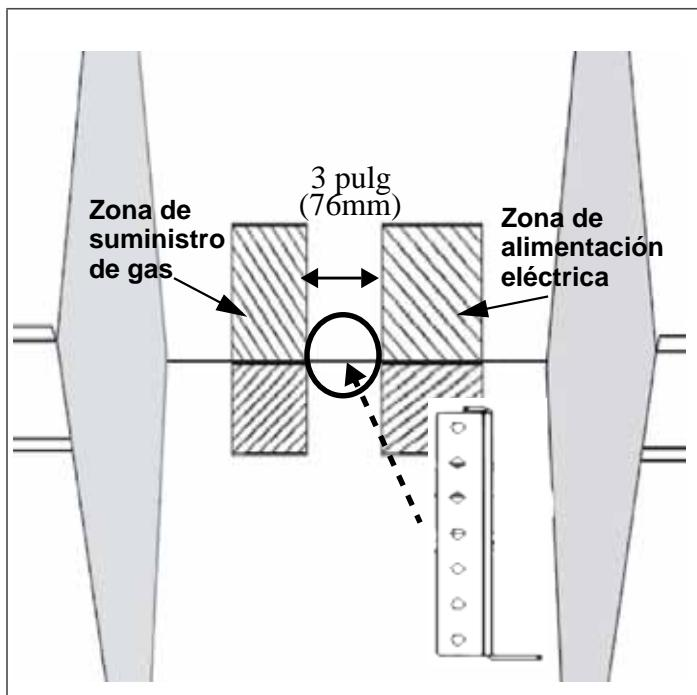

Figura 8: Ubicación para la instalación del dispositivo antivuelco
- Coloque el soporte en el piso, cerca del centro del sitio donde se instalará el aparato (ilustrado en la figura 8).